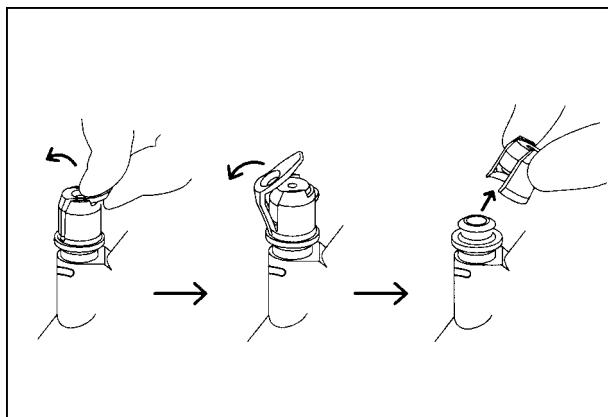

Рис. 7.7.
3. В случае использования одноразового биопсийного клапана (MAJ-210), извлеките его, как показано на рис. 7.7 для последующей замены на новый клапан.